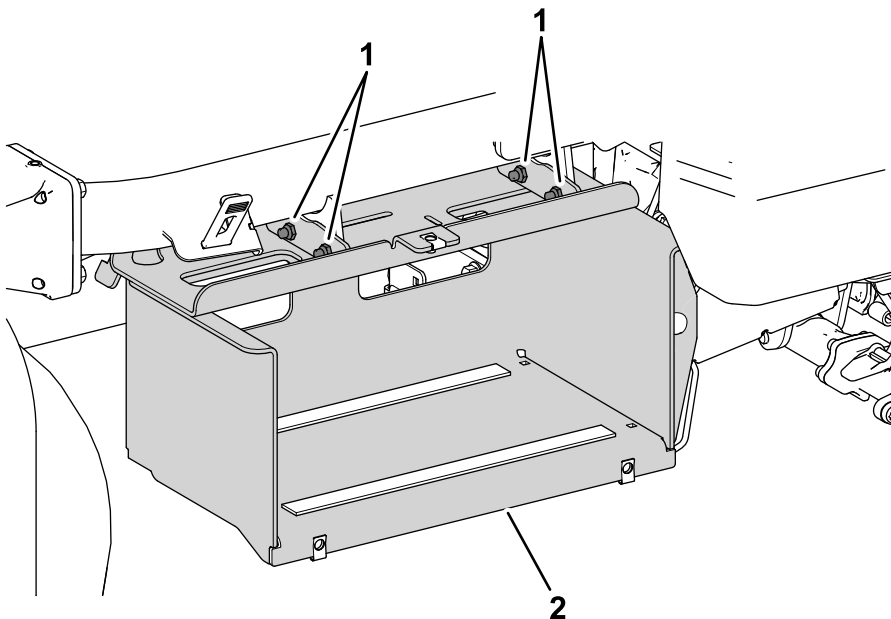

Figura 4
3. Rimuovete la bulloneria (**Figura 4**) che fissa la base laterale delle batterie al telaio della macchina.